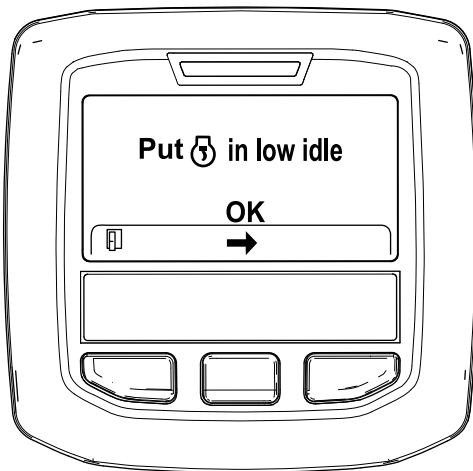

Figura 36
6. Mova o controlo da aceleração para RALENTI BAIXO e prima o botão central (Figura 36).